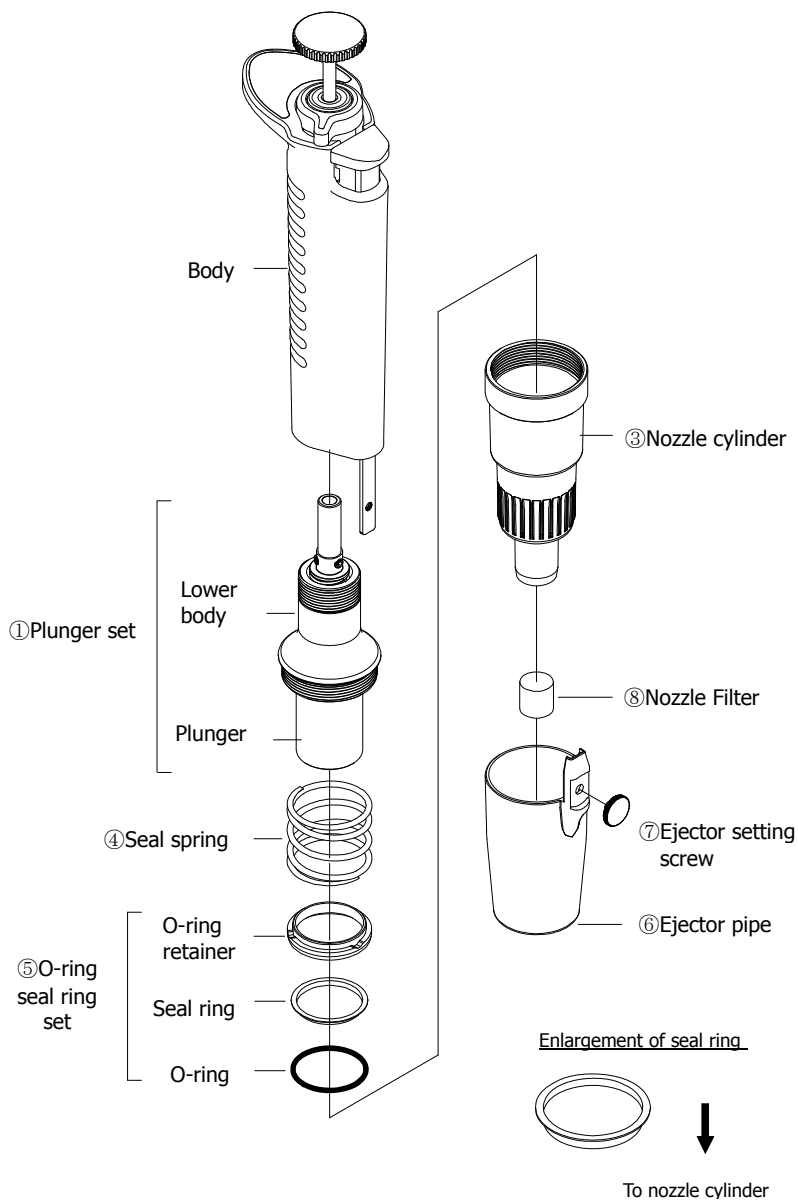
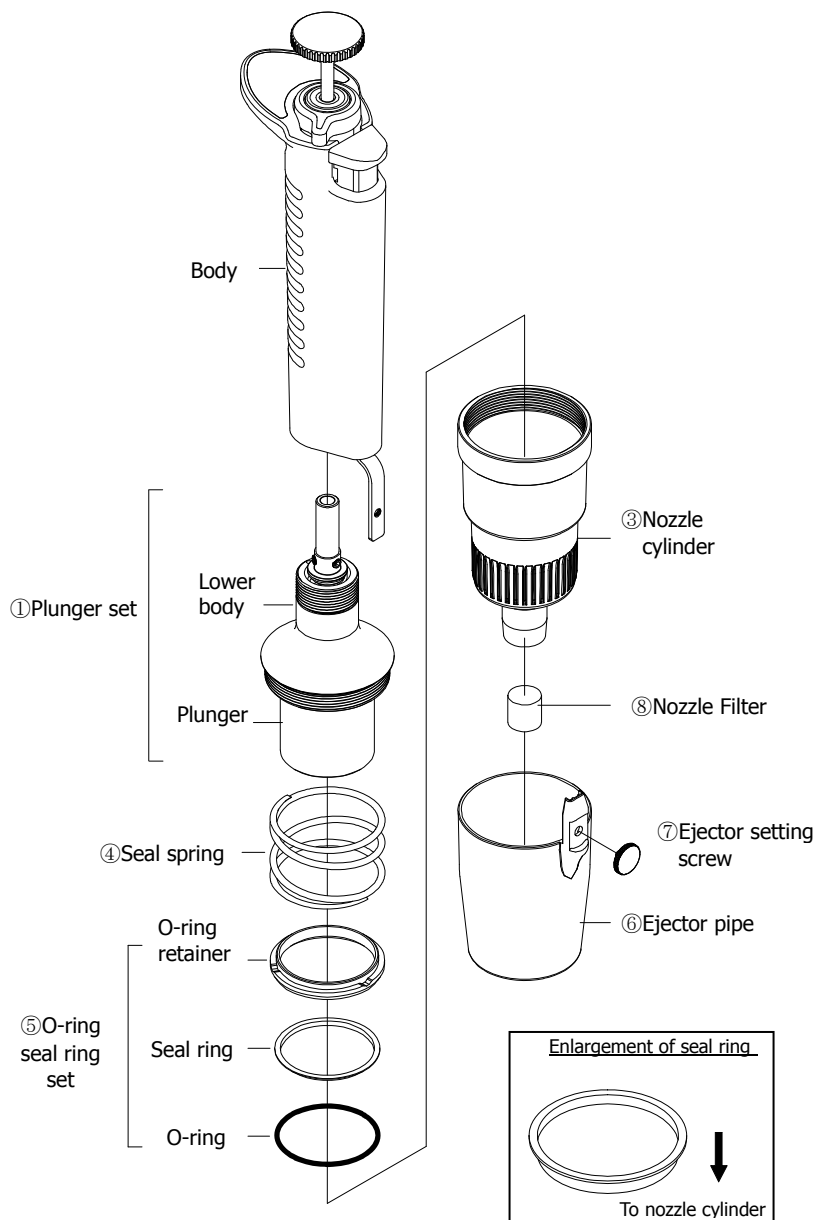

Fig. G4
Fig. G5
- 5000uL, 10000uL : Fig.G4, G5
- 5000uL: Fig. G4, 10000uL : Fig. G5